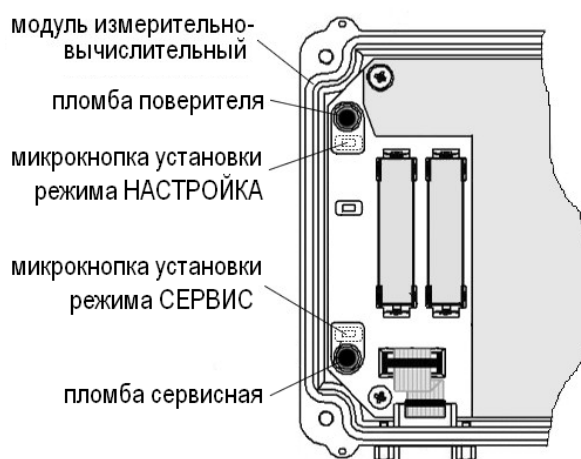

Рис.8. Пломбирование микрокнопок установки режимов управления ТВ.
1.8.2. При выпуске из производства после поверки на плате модуля измерительно-вычислительного пломбруется *пломбой поверителя* колпачок, закрывающий микрокнопку разрешения модификации калибровочных параметров – установки режима управления НАСТРОЙКА (рис.8).
1.8.3. На объекте после монтажа и проверки функционирования тепловычислителя на плате модуля измерительно-вычислительного должен быть опломбирован *сервисной пломбой* колпачок, закрывающий микрокнопку разрешения модификации функциональных параметров ТВ – установки режима управления СЕРВИС (рис.8).